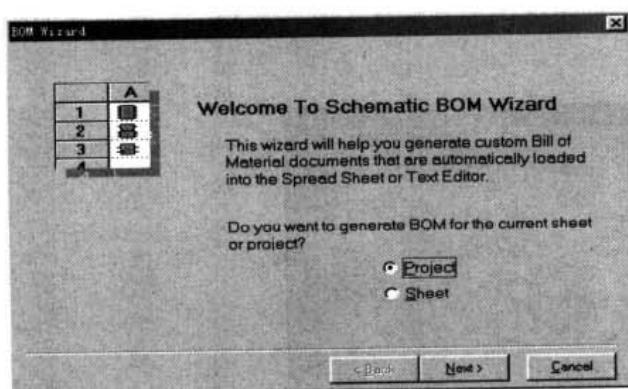

图 7-11 BOM Wizard 对话框之一
- (1) 打开准备生成元件清单的项目文件或电路图。
- (2) 执行菜单命令 Report|Bill of Material，将出现如图 7-11 所示的生成 BOM Wizard 对话框。这个对话框含有两个单选按钮：Project 和 Sheet，二者选其一。如果要生成整个项目的元件清单，选择 Project 项；如果只生成当前电路图的元件清单，则选择 Sheet 项。